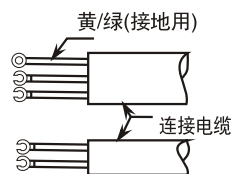
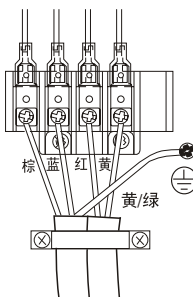

图 26
图 27
- (2)把连接电缆按电气接线图所示正确地牢固连接。(图26、图27)